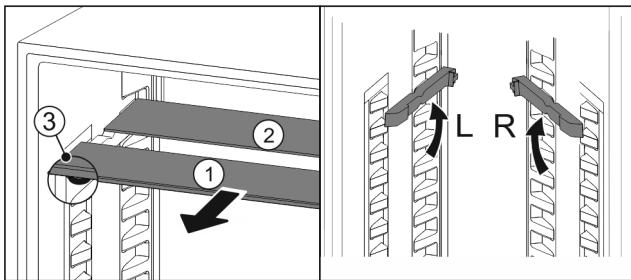

Fig. 147
- ▷ estrarre i ripiani di vetro singolarmente tirando in avanti Fig. 147 (1).
- ▷ Il piano in vetro Fig. 147 (1) con il motivo ornamentale è nella parte anteriore.
- ▷ I fermi Fig. 147 (3) sono rivolti verso il basso.